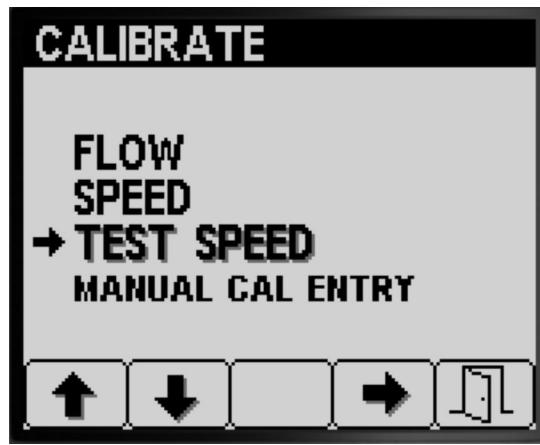

Figura 70
1. Premete il pulsante 1 o 2 nel sottomenu TARATURA per navigare fino all'opzione VELOCITÀ DI TEST (Figura 70).
2. Premete il pulsante 4 per selezionare l'opzione di taratura VELOCITÀ (Figura 70).